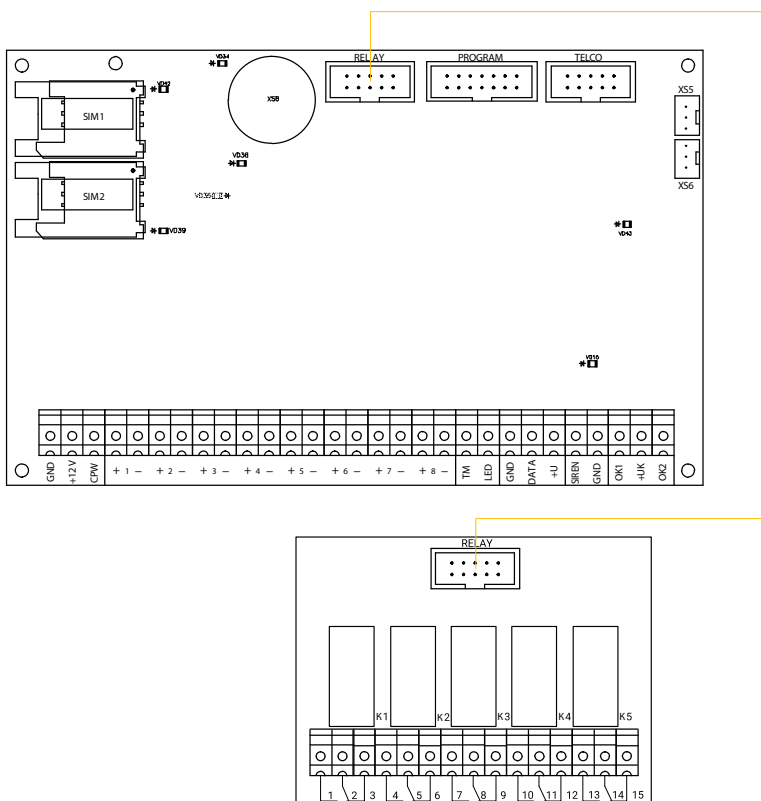

Рисунок 20. Схема подключения реле
- При помощи шлейфа разъёмом RELAY к такому же разъёму охранной панели. Данный способ подключения позволяет организовать дополнительную выносную световую индикацию состояния разделов (до 5) и не требует настройки реле. Работа релейных модулей определяется настройками охранной панели. В этом случае интеллектуальное реле работает и подключается, как обычное (см. рис. 20);